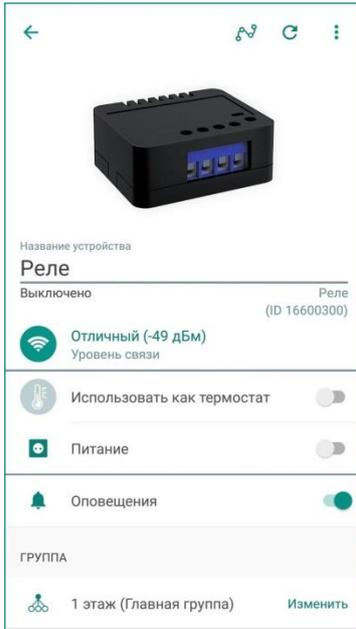

Рисунок 13.1 – Экран настройки
1. В приложении на экране настройки реле (в строке *Уровень связи*, см. рисунок 13.1).
Текущий уровень связи реле с хабом отображается на экране настройки реле (см. рисунок 13.1):
Настройки работы реле могут быть изменены на экране настройки реле (см. рисунок 13.1):
На экране настройки реле (см. рисунок 13.1) вы можете отключить push-оповещения о включении и выключении реле. В этом случае записи о работе реле будут сохраняться только в Журнале событий и в разделе Статистика (см. п. 14).